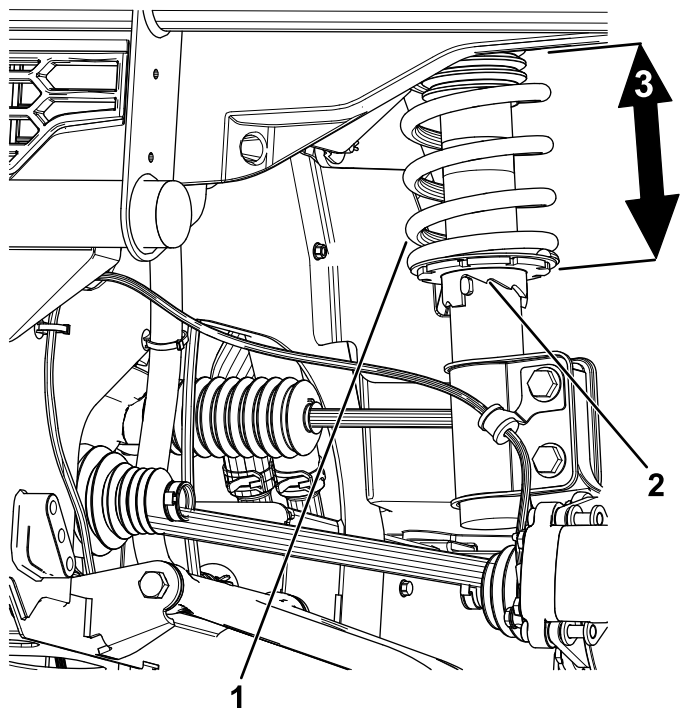

Figura 51
2. Si la distancia al suelo no es correcta, utilice la llave con ajuste de muelle para girar el collarín del amortiguador y alinear la rueda (Figura 51).